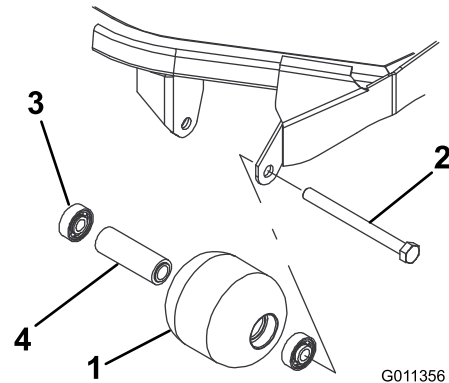

Figura 66
1. Retire el perno de montaje del rodillo (Figura 66).
4. Inspeccione el alojamiento del rodillo, los cojinetes, y el espaciador del cojinete (Figura 66).
1. Introduzca a presión el primer cojinete en el alojamiento del rodillo (Figura 66). Haga presión solamente sobre el anillo de rodadura exterior, o de forma igual sobre el anillo exterior y el interior.
2. Introduzca el espaciador (Figura 66).
3. Introduzca a presión el segundo cojinete en el alojamiento del rodillo (Figura 66), haciendo presión de manera uniforme sobre el anillo de rodadura interior y el exterior hasta que el anillo de rodadura interior entre en contacto con el espaciador.